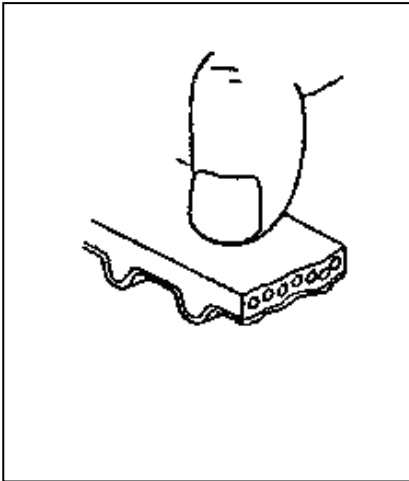
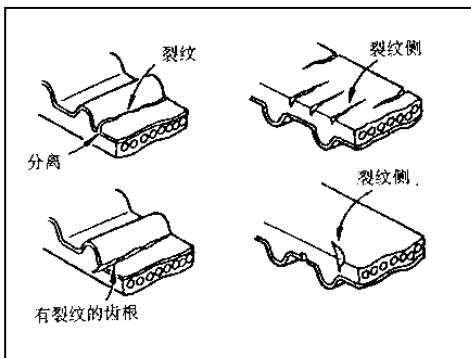

图 4-1
图 4-2
- (1) 反面橡胶硬化反面橡胶光滑无弹性，且硬化到用指甲划而没有痕迹的程度（见图 4-1）。
- (2) 反面橡胶的表面出现裂纹。
- (3) 帆布撕裂或帆布与橡胶分离。
- (4) 齿根出现裂纹。
- (5) 皮带侧面出现裂纹（见图 4-2）